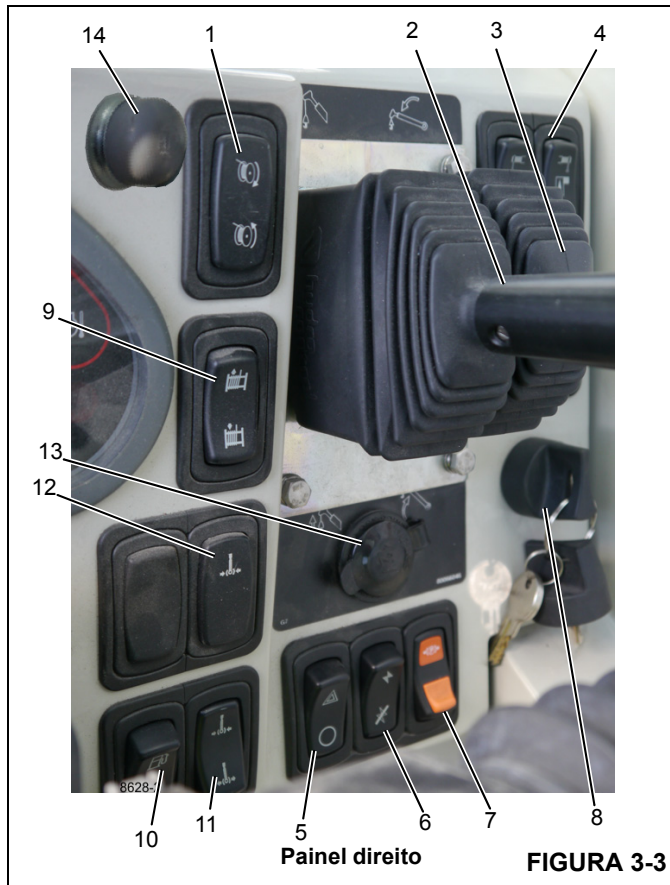

FIGURA 3-3
Consulte a Figura 3-3.
A chave de cancelamento do RCL (1) (Figura 3-3) é uma chave momentânea de duas posições; pressione e mantenha pressionada a parte superior da chave para desativar os controles do RCL. Liberar a chave permite que os controles do RCL sejam reativados.